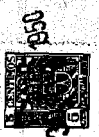

Fig. 1
20. En los dibujos. Las Figs. 1ª y 2ª, representan, en perspectiva dos formas de realización y las Figs. 3ª y 4ª, - el detalle de los correspondientes ángulos reforzados.